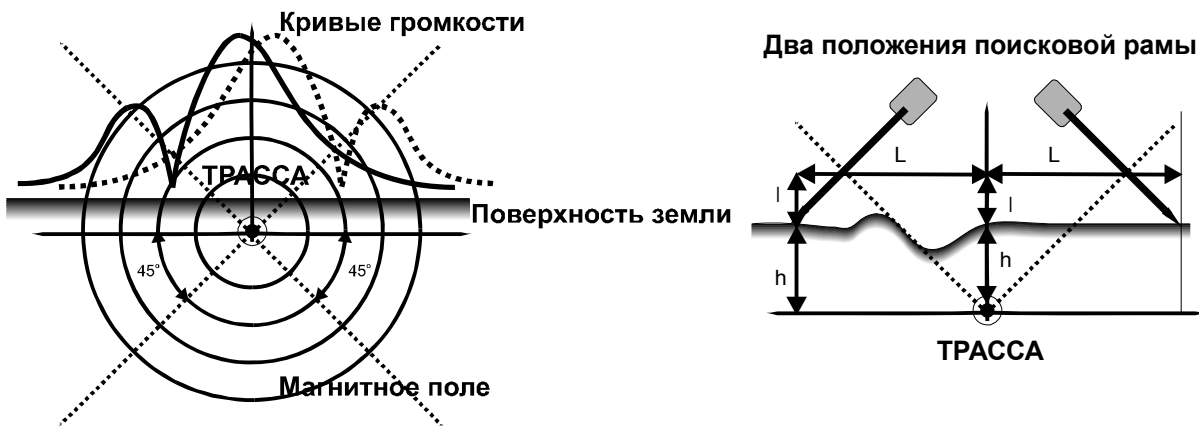

Рис.4 Определение глубины пролегания трассы
Определение глубины пролегания трассы можно проводить после уточнения местоположения трассы по методу минимума. Необходимо, удаляясь влево и вправо от трассы и держа поисковую раму под углом 45° к поверхности земли, найти два положения минимума громкости (см. рис.4). Глубина прокладки трассы (h) равна половине расстояния между этими точками (L) минус величина (I), т.е $h=L-I$.